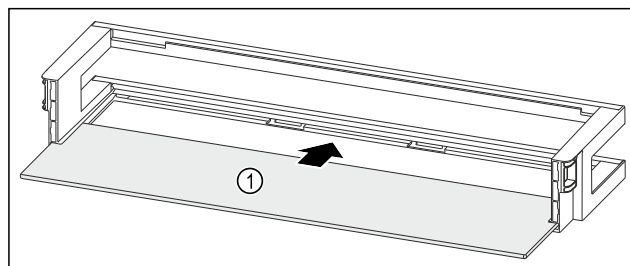

Fig. 119 Türabsteller mit Abstellfläche
- Abstellfläche Fig. 119 (1) in die seitlichen Einsparungen einschieben.